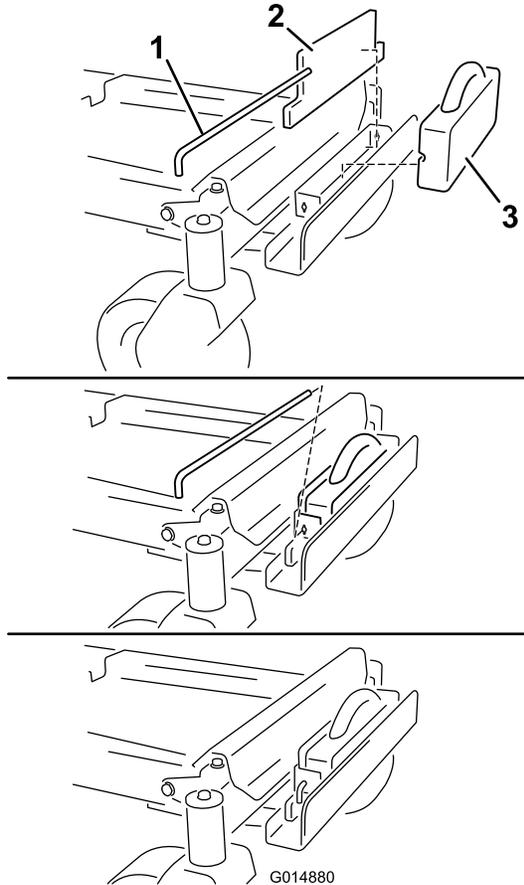

Figure 11
9. Montez une masse plate sur le support de masse et déplacez-la en arrière pour la mettre au même niveau que le support de fixation (Figure 11).
10. Montez une masse à poignée devant la masse plate (Figure 11).
11. Fixez les masses sur le support de masse avec une barre transversale à détrompeur (Figure 11). Positionnez la barre et tournez-la de 90 degrés vers le bas pour la verrouiller en place.